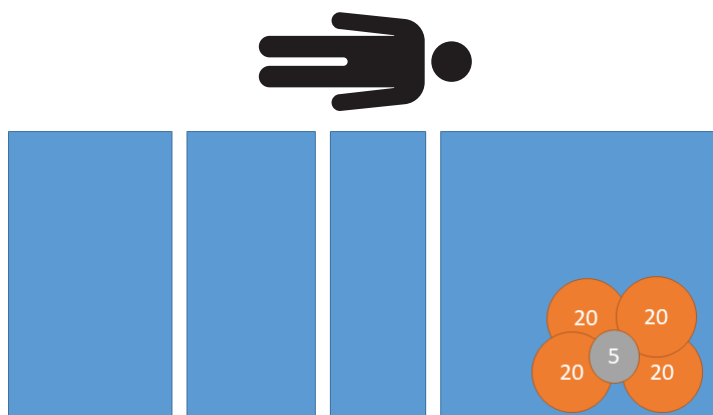

Figura 13 – Ensaio de excentricidade - 85 kg cabeça à esquerda
1. Utilizando pesos calibrados, coloque 85 kg na cabeça, à esquerda do produto (Figura 13).